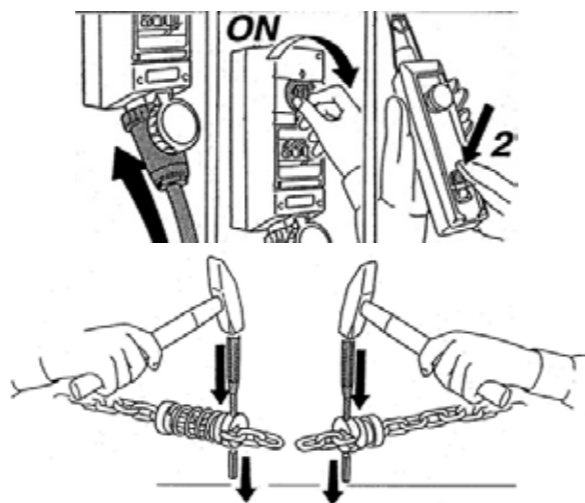

fig.142
11. Premere il pulsante "2" salita fino ad arrestare in finecorsa il gancio, quindi rilasciare il pulsante. (fig.142)